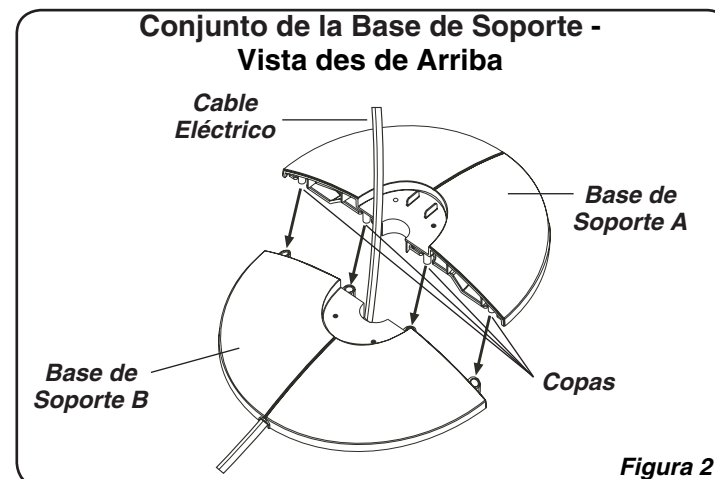

Figura 2
- Arme las Bases de Soporte, introduciendo las **Copas** en la **Base de Soporte A** en los **Orificios De Copas** de la **Base de Soporte B**. Pase el **Cable de Electricidad** por el orificio grande en el centro del **Conjunto de la Base de Soporte**. (Figura 2)